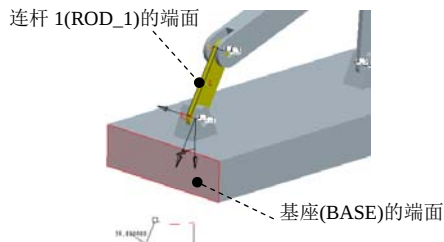

图 13.5.8 端面的选取
① 在连接件和组件上选取零件参考。分别选取连杆 1（rod_1.PRT）零件和基座（base.PRT）零件的图 13.5.8 所示的端面，选取的参考自动显示在“运动轴”对话框中。